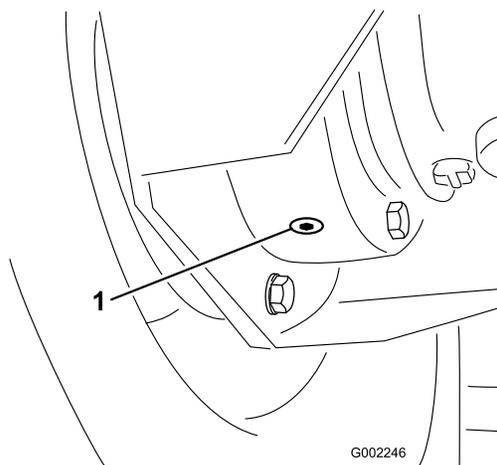

Figura 62
4. Coloque um recipiente debaixo do tampão de escoamento interior e retire-o (Figura 62).